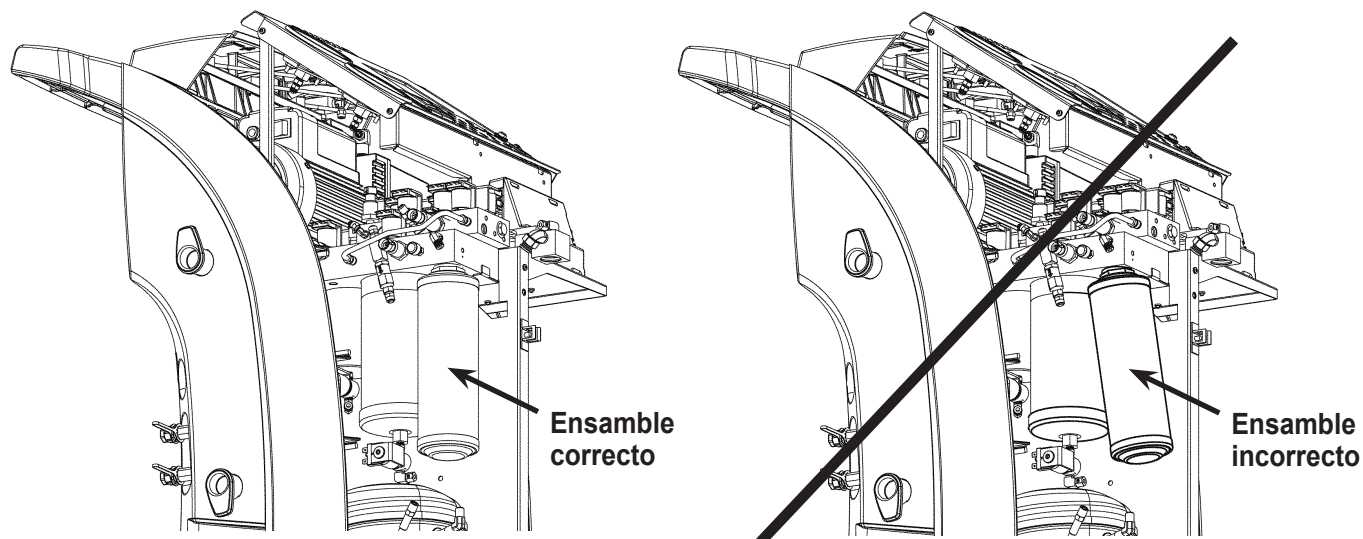

Figura 18
6. Instale el nuevo filtro roscándolo hacia la derecha. Verifique que el filtro esté colocado correctamente, como se muestra en la Figura 18. Apriete el filtro a 20 N•m.